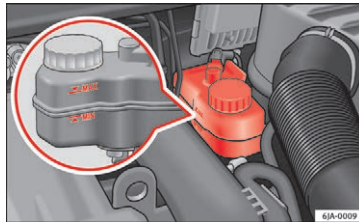

Fig. 207 Motorrum: bremsevæskebeholder
- Kontroller bremsevæskestanden på beholderen **»** Fig. 207. Standen skal altid være mellem markeringerne MIN og MAX.